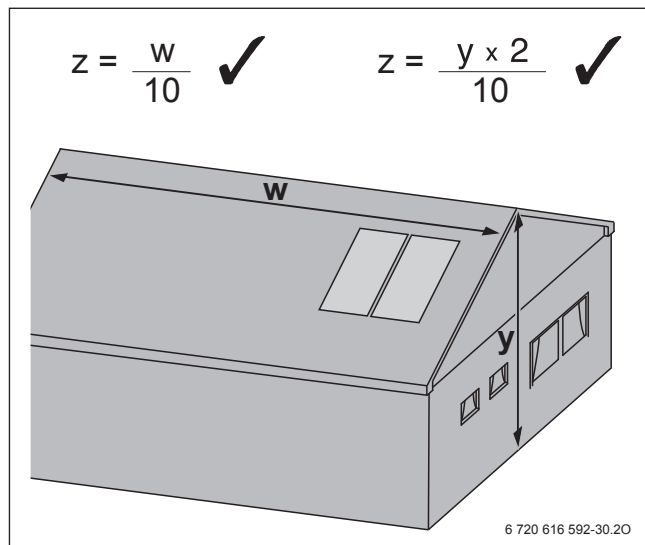
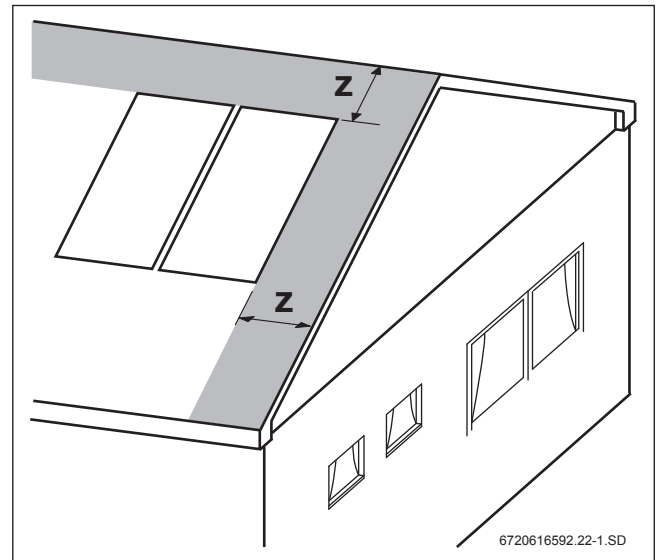

Bild 189 Mögliche Formeln zur Berechnung des Mindestabstands vom Randbereich
Bild 190 Mindestabstand vom Randbereich auf geneigten Dächern
- ▶ Zum Randbereich des Dachs Mindestabstände gemäß Bild 189 und Bild 190 einhalten.